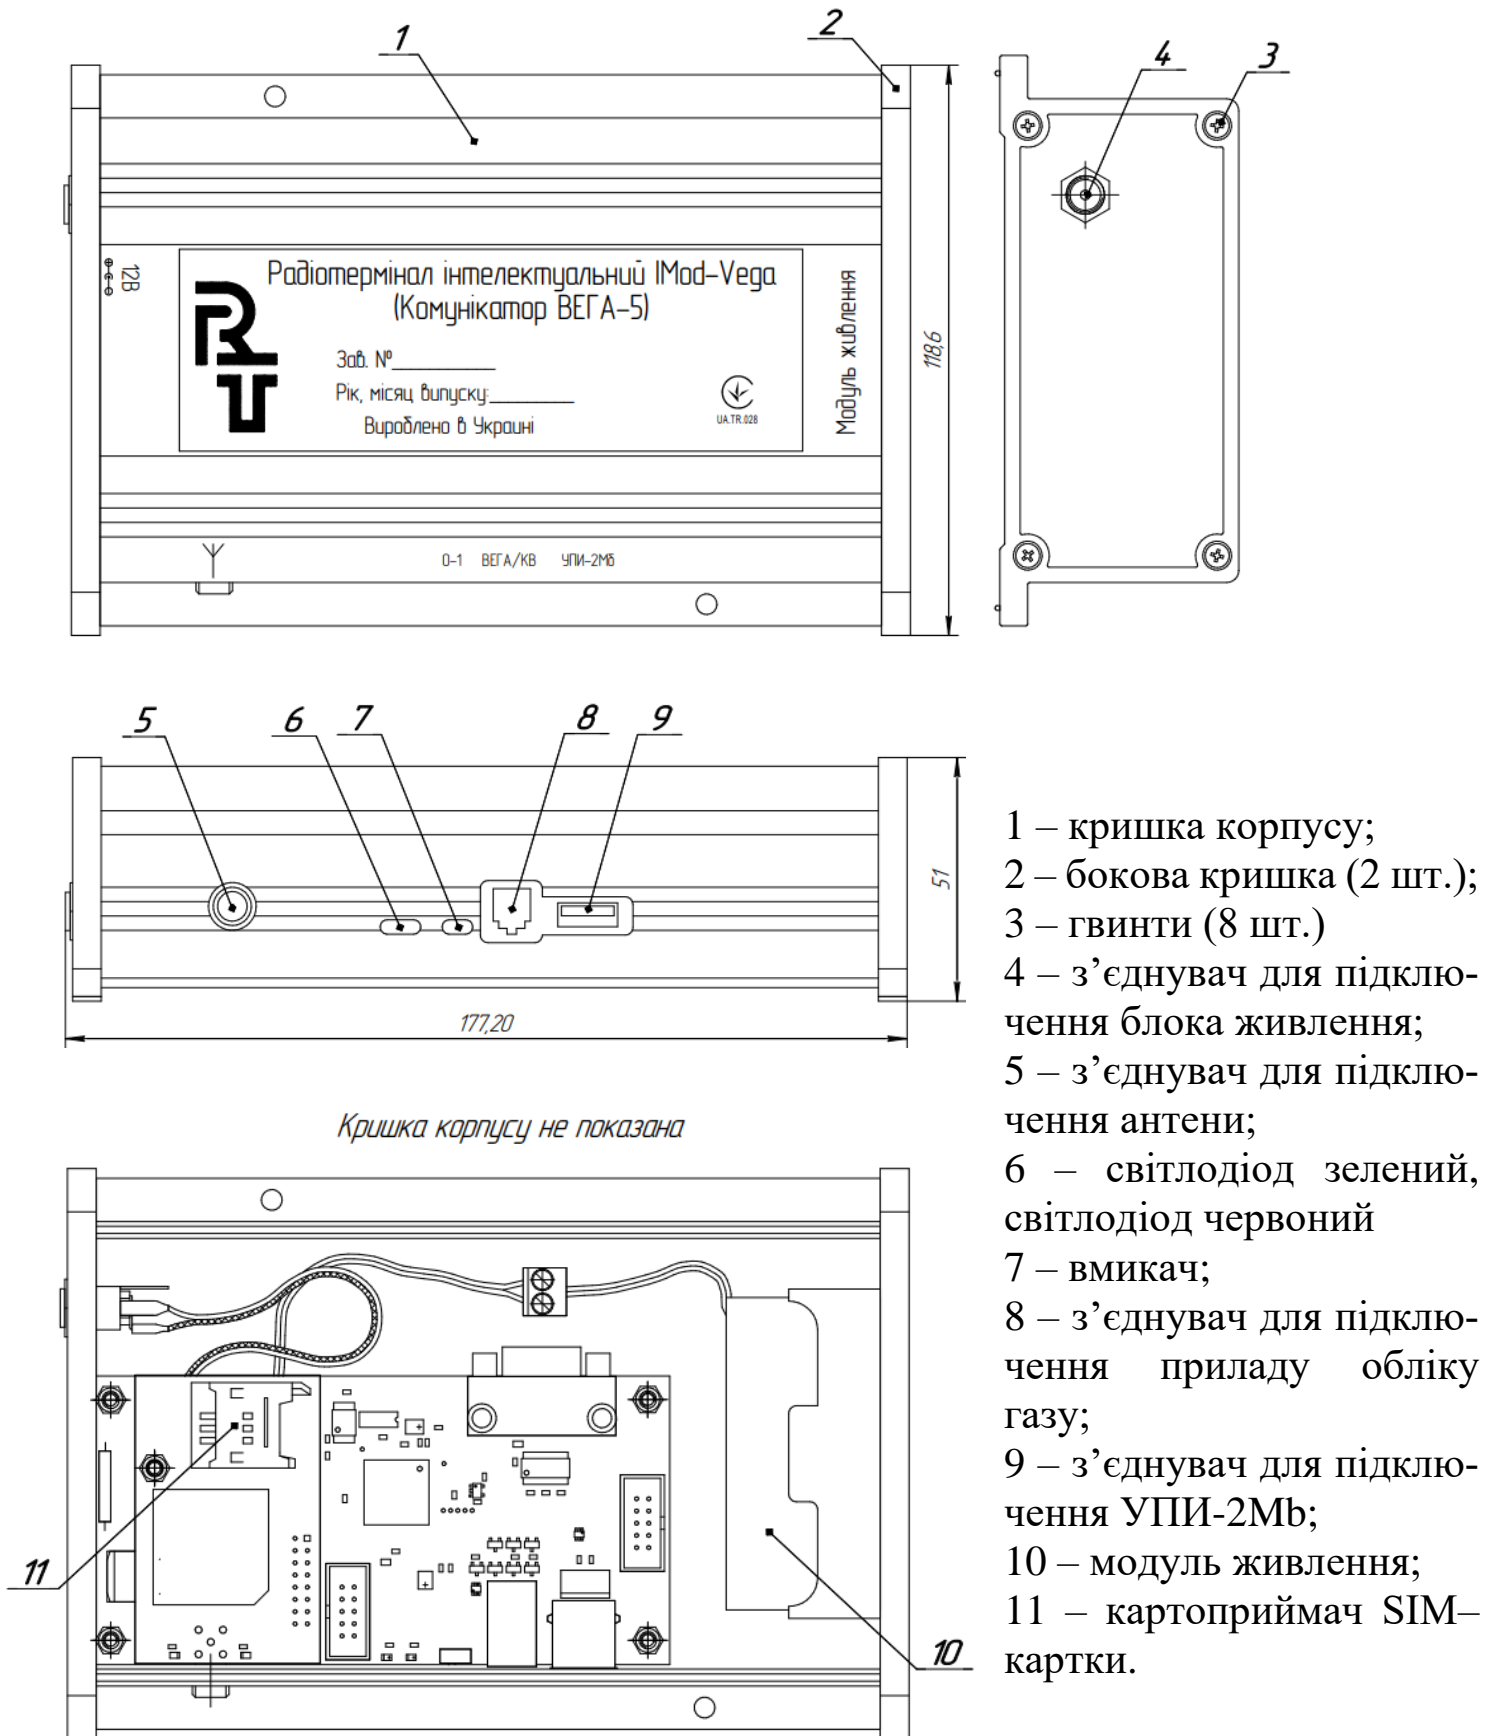

Рисунок 1
При необхідності відкрутити вісім гвинтів (див. рисунок 1 поз. 3) на бокових кришках комунікатора (див. рисунок 1 поз. 2) та зняти кришку (див. рисунок 1 поз.1). Вставте SIM-картку доступу до мережі GSM у картоприймач, (див. рисунок 1 поз.11).
- підключити до з'єднувача (див. рисунок 1 поз. 5) антену;
- підключити кабель з пристроєм гальванічної розв'язки до з'єднувача (див. рисунок 1 поз. 4) комунікатора ВЕГА;
- підключити до з'єднувача (див. рисунок 1 поз. 4) блок живлення;
- встановити перемикач включення (див. рисунок 1 поз. 7) в положення «1».
- спостерігати режими миготіння світлодіодів (див. рисунок 1 поз.6):